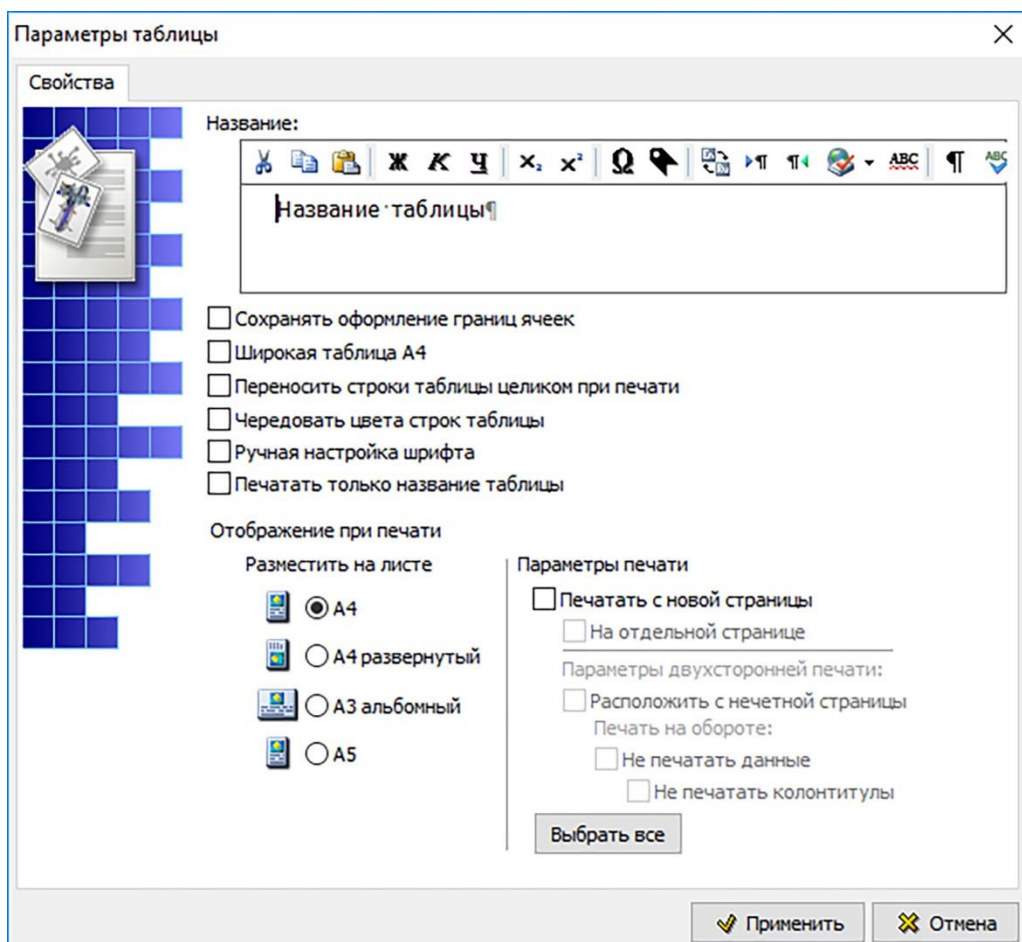

Рисунок 198
3) После этого появится диалоговое окно **Параметры таблицы** (рисунок 198).
На вкладке **Свойства** введите следующие свойства таблицы (рисунок 198):